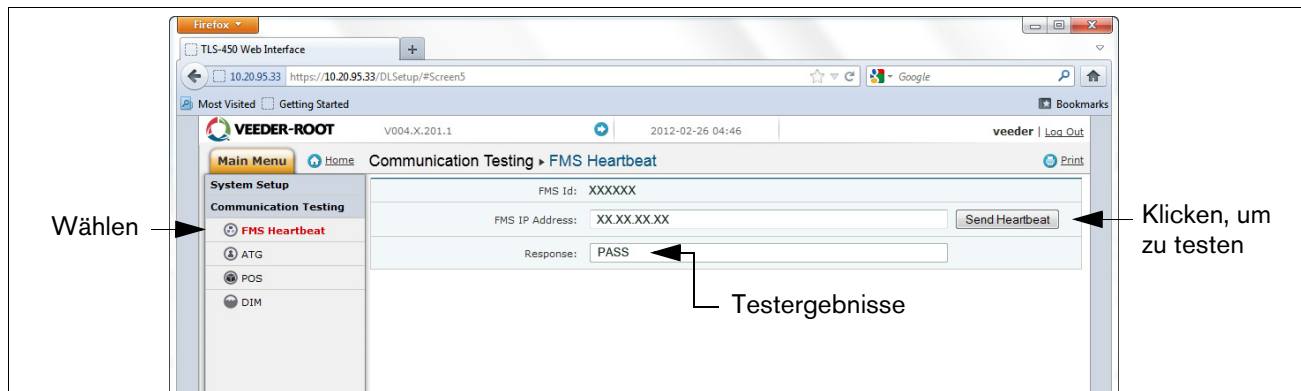

Abbildung A-18. FMS-Herzschlag-Bildschirm
19. Der Datenlogger sollte jetzt so konfiguriert sein, dass er Vorrats- und Transaktionsdaten erfasst, die vom FMS regelmäßig abgerufen werden. Zur Prüfung der Konnektivität mit FMS schließen Sie den Datenlogger erneut an das Netzwerk oder Mobilfunkmodem an. Gehen Sie zum Testbildschirm für die Kommunikation "DLSetup", klicken Sie auf "FMS-Heartbeat" und anschließend auf die Schaltfläche "EWT : V&f" (siehe Abbildung A-18.). Warten Sie bis der Antworttext BESTANDEN oder FEHLGESCHLAGEN angezeigt. BESTANDEN bestätigt, dass der Datenlogger erfolgreich mit FMS kommuniziert. FEHLGESCHLAGEN bedeutet, dass die Verbindung fehlgeschlagen ist und Sie FMS oder den Netzwerkadministrator kontaktieren müssen, um Unterstützung zu erhalten.